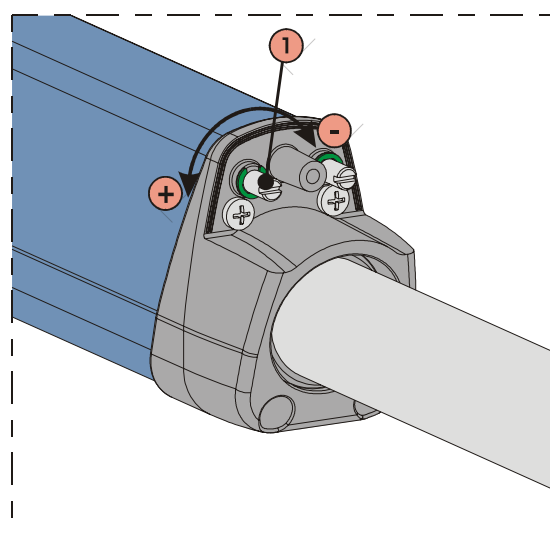

Fig. 21
- 3) Per regolare il finecorsa di **apertura FCA** agire sulla vite di regolazione, Fig.21 rif.1, ruotandola in senso antiorario per aumentare la corsa dello stelo e, viceversa, in senso orario per ridurla.